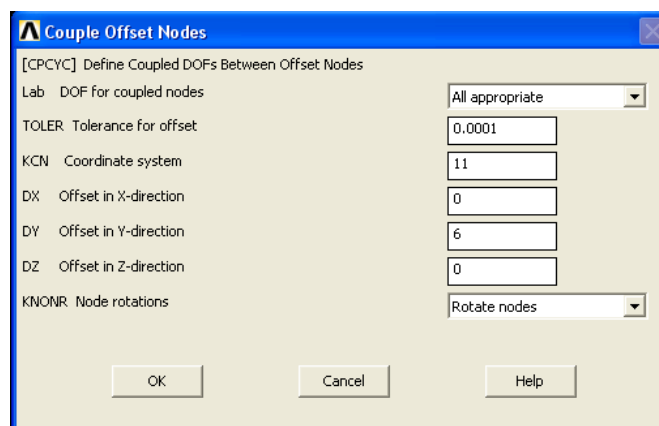

Рис. 7.24. Меню наложения условия циклической симметрии
3) Свяжите противоположные узлы условием циклической симметрии: **PrPr** → **Coupling/ Ceqn** → **Offset Nodes**. Укажите систему координат 11 (KCN),  $DY=6^0$  (см. рис. 7.24). Выберите все элементы модели: **UM** → **Select** → **Everything**;